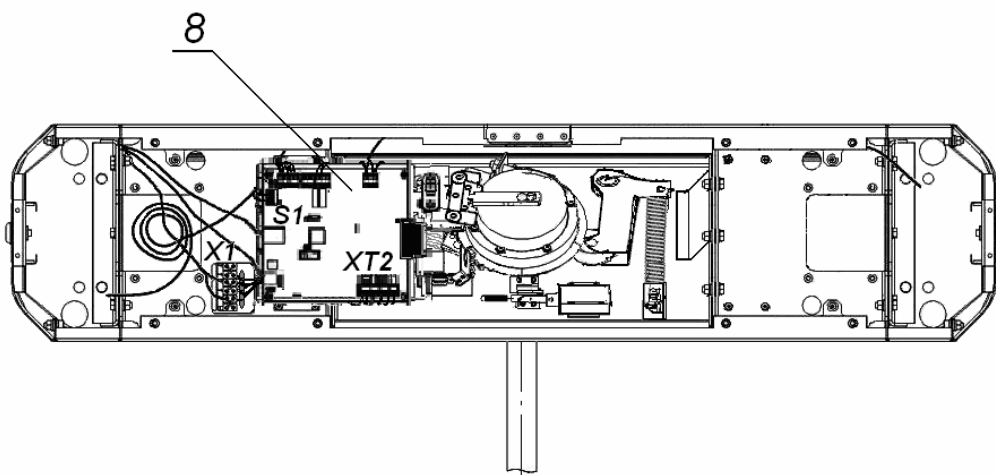
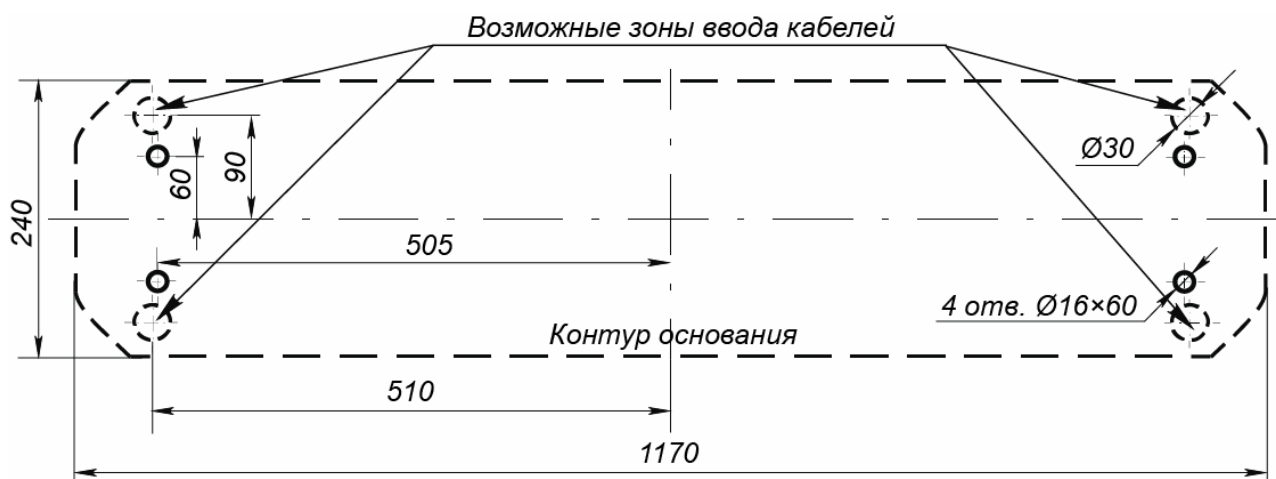

Рисунок 10. Схема прокладки кабелей в стойке ЭП:
Рисунок 11. Схема разметки для установки стойки ЭП
- 3 Подготовьте в полу отверстия под гильзы анкеров для крепления стойки ЭП (см. рис. 11).
5. При необходимости прокладки кабелей под поверхностью пола подготовьте в полу кабельный канал, подходящий к одной из зон подводки кабелей, указанных на рис. 11 для ввода кабелей в стойку ЭП.
11. Снимите крышку ЭП (3), отвернув ключом установочный винт (19). Порядок снятия крышки указан в разд.6.
12. Протяните кабели внутри стойки. Рекомендуемое расположение кабелей при прокладке внутри стойки показано на рис. 10.
16. Выполните заземление стойки ЭП в соответствии с требованиями ПУЭ («Правила устройства электроустановок»). Контакт заземления **Z3** (см. рис. 10) находится за боковой заглушкой (9) стойки. Для крепления кабеля заземления на контакте используйте гайку М4.
17. Подключите кабель *Ethernet* (16) к разъему **S1** на плате контроллера ЭП.
20. После подключения всех кабелей и закрепления стойки на полу установите на место крышку (3) и заглушки стойки в порядке, обратном снятию.